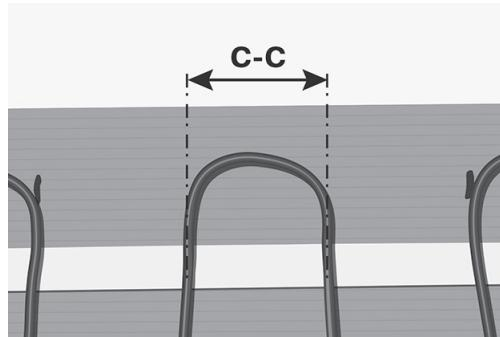

Fig. 2. Måling af C-C – center til center-afstand
**Vigtigt:** C-C er afstanden fra kabelmidte til kabelmidte (fig. 2).